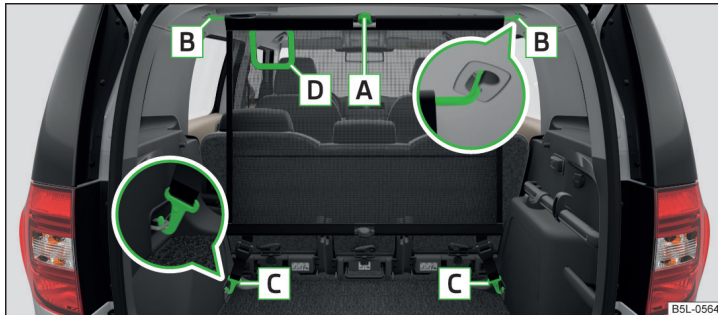

Fig. 106 Red de separación detrás de los asientos traseros
- Monte la barra transversal en el alojamiento **B** » fig. 106, primero en un lado, y presione hacia delante. Introduzca de igual modo la barra transversal en el otro lado, en el alojamiento **B**.
- Presionar sobre el botón rojo de la junta **A** » fig. 106. Se suelta la junta.
La abertura **D** » fig. 106 en la red de separación sirve para implementar el cinturón de seguridad de tres puntos de fijación » pág. 16.